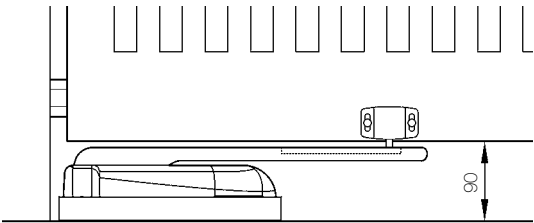
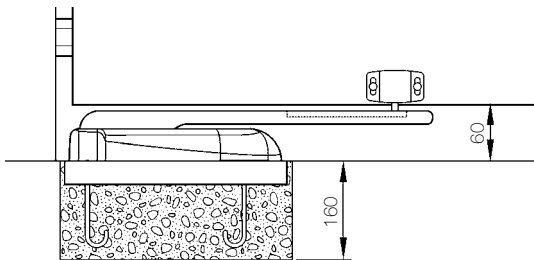
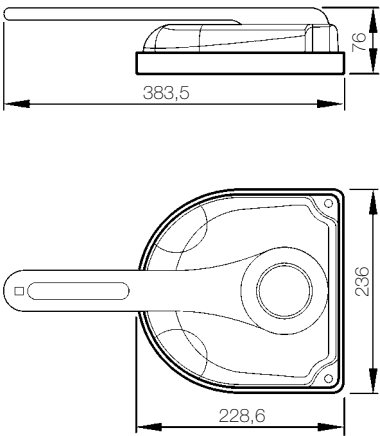

Figura 10
Figura 11
Figura 12
- Compruebe las medidas límites, consultando la Figura 10, Figura 11, Figura 12 y de acuerdo con el tipo de instalación: con motorreductor enterrado completamente o con motorreductor sobre el nivel del piso.